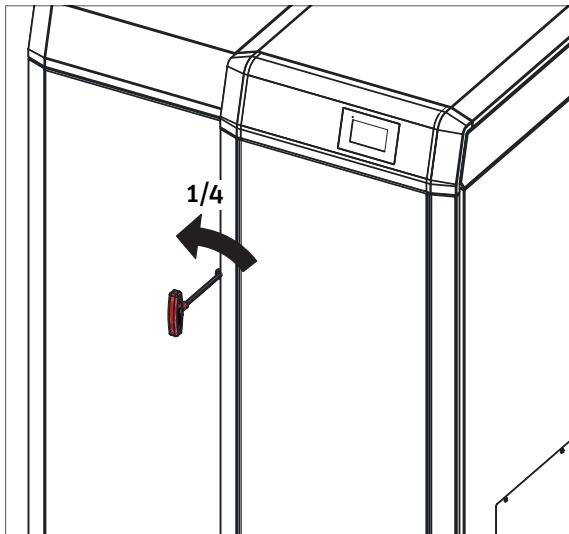
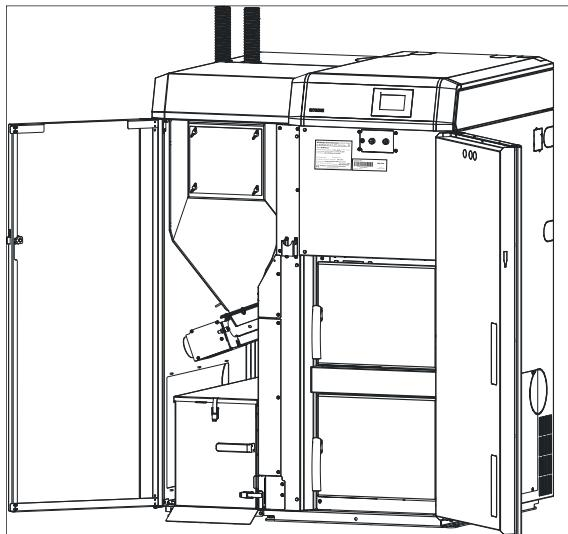

Fig. 5 Aprire la porta di contenimento con la chiave a brugola
Fig. 6 Porta di contenimento aperta
- ▶ Inserire la chiave a brugola, ruotare di un quarto di giro verso sinistra e aprire la porta di contenimento – Fig. 5, Fig. 6.